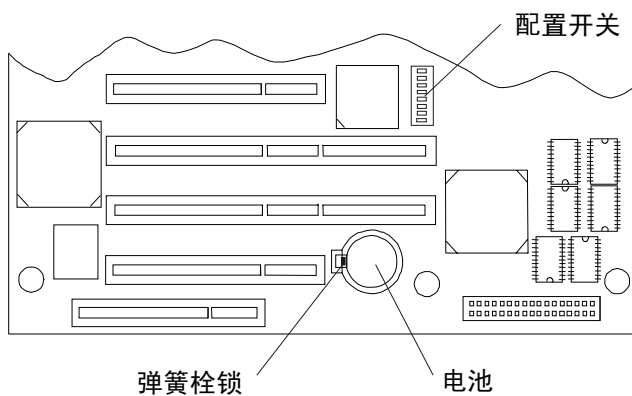

图 10-2. 主板上的电池
5. 将一把小型平口螺丝刀或类似工具插入电池和弹簧栓锁之间。请参见图 10-2。